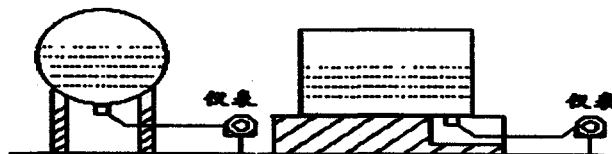

图2 外测式液位计安装示意图
2. 外测式液位计可以测量球形、立式、卧式等各种形状的压力容器和带压容器，可以根据实际情况选择适当的安装方式。(如图2示)